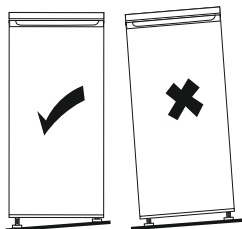

Рисунок 6 - Регулирование опор.
- Холодильник необходимо выставить горизонтально относительно пола, выворачивая или вворачивая регулируемые опоры. Если холодильник стоит неровно, то может появиться вибрация, а также двери не смогут закрываться должным образом (см. рисунок 6).